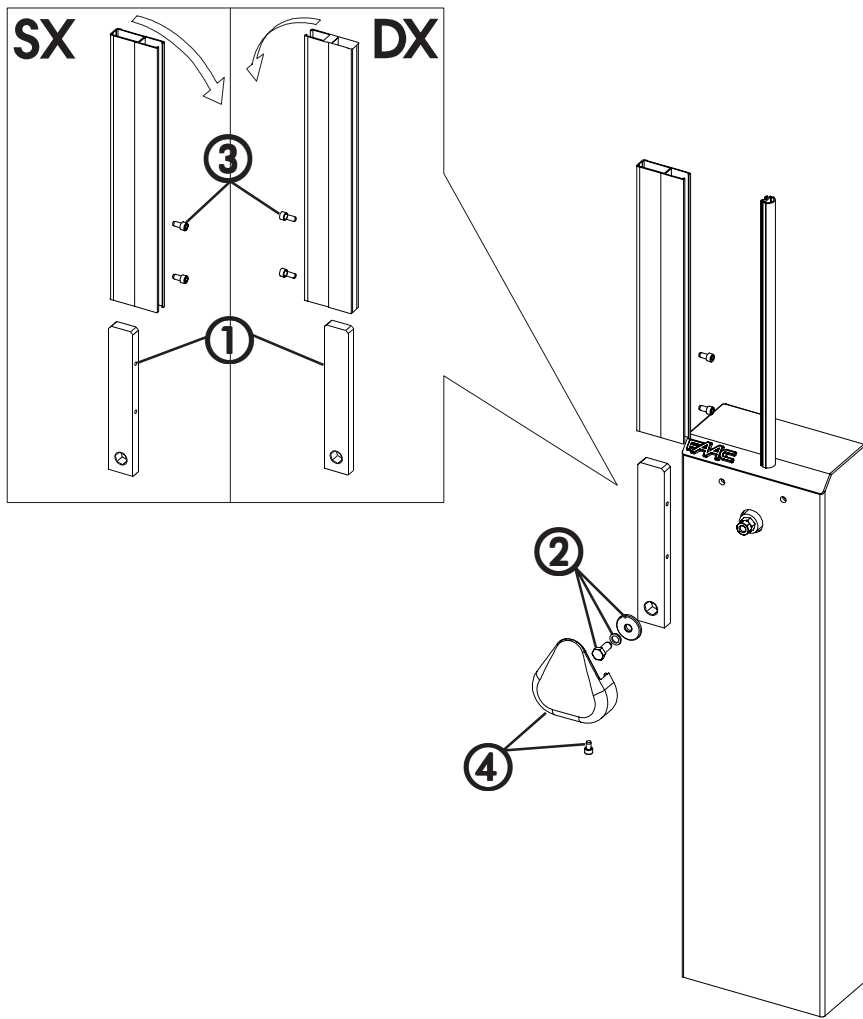
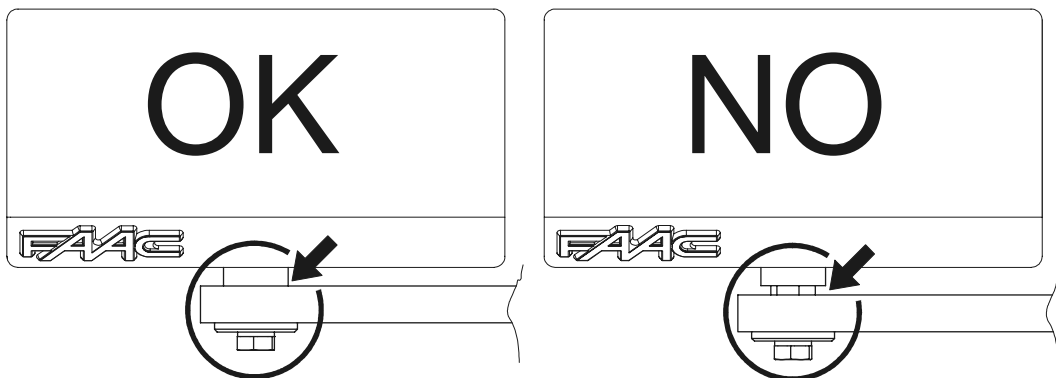

fig.1
fig.2
Prima di procedere al fissaggio della tasca sull'albero, assicurarsi che i due fori filettati (fig. 1 rif ①) si trovino in corrispondenza del lato inferiore dell'asta (profilo in gomma antiurto).
- Montare la tasca sull'albero utilizzando la viteria in dotazione (fig. 1 rif. ②). Assicurarsi che la tasca sia in battuta sull'albero come indicato in figura 2.
- Inserire l'asta sulla tasca e bloccarla con le due viti a corredo (fig. 1 rif. ③).
- Montare la copertura dell'asta utilizzando la vite in dotazione (fig. 1 rif. ④).
Before assembling the pocket on the shaft, ensure that the two threaded holes (fig. 1 ref. ①) are in a position corresponding with the lower side of the beam (rubber protection strip).
- Assemble the pocket on the shaft using the provided set of screws (fig. 1 ref. ②). Certify that the pocket encounters the shaft as indicated in fig. 2.
- Insert the beam on the pocket and block it with the two provided screws (fig. 1 ref. ③).
- Mount the beam cover with the provided screws (fig. 1 ref. ④).
Avant de procéder à la fixation de la bride sur l'arbre, s'assurer que les deux trous taraudés (fig. 1 réf. ①) se trouvent en correspondance du côté inférieur de la lisse (bande de caoutchouc anti-choc).
- monter la bride sur l'arbre en utilisant la visserie fournie (fig. 1 rif. ②). S'assurer que la bride soit en butée sur l'arbre comme indiqué dans la figure 2.
- insérer la lisse sur la bride et la bloquer avec les deux vis fournies (fig. 1 réf. ③).
- monter le capot de la lisse en utilisant la vis fournie (fig. 1 réf. ④).
Antes fijar la brida en el eje, asegurarse que los dos agujeros roscados (fig. 1 rif. ①) se encuentren en correspondencia del lado inferior de la barra (perfil en goma antichoque).
- Ensamblar la brida en el eje utilizando los tornillos en dotación (fig. 1 rif. ②). Asegurarse que la brida esté insertada hasta el final del eje como indicado en la figura 2.
- Insertar la barra sobre la brida y bloquearla utilizando los dos tornillos suministrados (fig. 1 rif. ③).
- Montar la cobertura de la barra utilizando el tornillo en dotación (rif. 1 rif. ④).
Vor der Montage der Balkenbefestigung an der Welle ist es sicherzugehen, dass die zwei Gewindebohrungen (Abb. 1 Ref. ①) mit der unteren Seite (Gummiprofil) des Balkenprofils übereinstimmen.
- Die Balkenbefestigung mittels der mitgelieferten Schrauben an der Welle montieren (Abb. 1 Ref. ①). Sichergehen, dass die Balkenbefestigung bis zum Wellenanschlag geht (siehe Abb. 2).
- Den Balken in der Balkenbefestigung einsetzen und ihn mit den mitgelieferten Schrauben fixieren (Abb. 1 Ref. ③).
- Die Abdeckung mittels der mitgelieferten Schraube (Abb. 1 Ref. ④) montieren.
Vooraleer verder te gaan met het bevestigen van de fixeerplaat op de as, moet men zich ervan vergewissen dat de 2 met schroefdraad afgezette gaten (fig.1 rif. ①) zich bevinden in overeenstemming met het onderste deel van de stang (profiel in antichoc rubber).
- De fixeerplaat op de mast monteren door gebruik te maken van de bijgevoegde schroeven (fig.1 rif. ②). Zich ervan vergewissen dat de fixeerplaat op de mast gefixeerd wordt zoals op fig. 2 aangeduid (beide delen moeten in contact zijn).
- de stang in de fixeerplaat schuiven en haar blokkeren met de 2 schroeven in de uitzet (fig.1 rif. ③).
- Het beschermingsdeel van de stang monteren door gebruik te maken van de bijgevoegde schroeven (fig. 1 rif. ④).